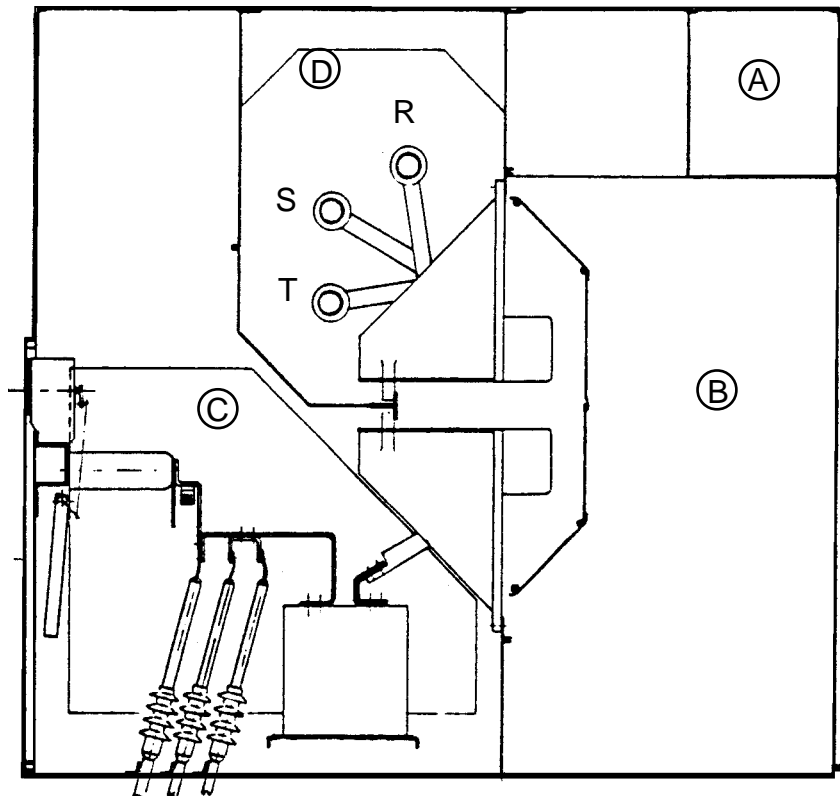

Fig. 1
1.1.4 Composition de la cellule de base (fig. 1)
1.1.4 Make-up of the basic cubicle (fig. 1)